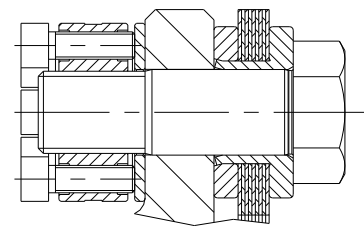

Fig. 30
**Les vis de pression ne doivent pas affleurer (voir fig. 30).**